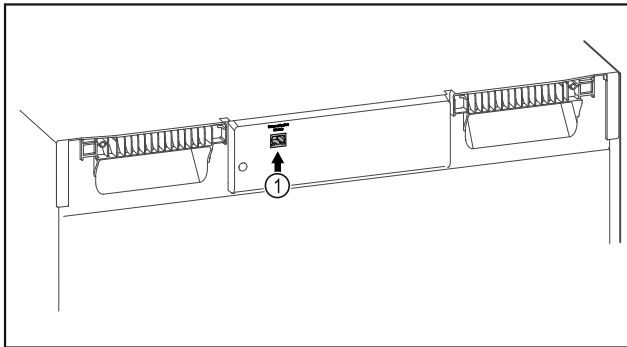

Fig. 84
- Założono SmartModule Fig. 84 [1].